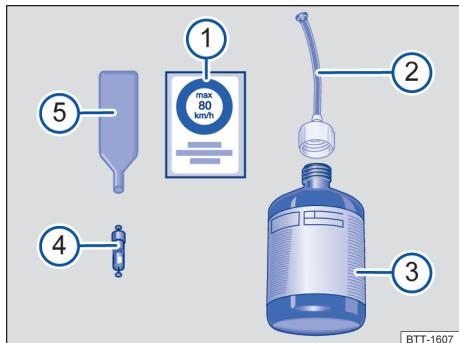

Fig. 194 Representação esquemática: componentes do kit de reparo de furos.
O kit de reparo de furos é composto pelos seguintes elementos → Fig. 194:
- ① Comutador liga / desliga
- ② Bujão de descarga de ar
- ③ Indicação da pressão dos pneus
- ④ Mangueira de enchimento dos pneus
- ⑤ Conector de 12 V
- ⑥ Compressor de ar
O removedor do elemento → Fig. 194 ⑤ tem na extremidade inferior uma ranhura para o elemento da válvula. Apenas assim pode ser desrosqueado e voltar a rosquear o elemento da válvula do pneu. Isto também vale para o elemento da válvula ④.
11. Cole o adesivo → **Fig. 194** ① do kit de reparo de furos no painel de instrumentos dentro do campo de visão do condutor.
- Desrosqueie o elemento da válvula com o removedor do elemento → **Fig. 194** ⑤ e o depoeste sobre uma base limpa.
- Agite energicamente o frasco de selante → **Fig. 194** ③ diversas vezes.
- Rosqueie fixamente o tubo de enchimento → **Fig. 194** ② no frasco de selante no sentido horário. O lacre do bocal do frasco é perfurado automaticamente.
- Retire a tampa do tubo de enchimento → **Fig. 194** ② e introduza a extremidade aberta na válvula do pneu por completo.
- Rosqueie novamente o elemento da válvula do pneu com ajuda do removedor do elemento → **Fig. 194** ⑤.